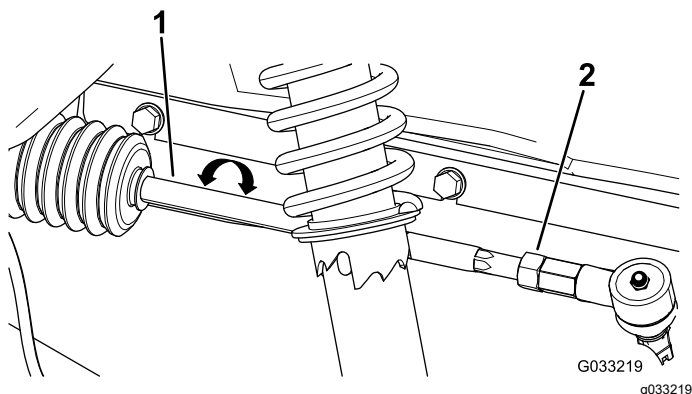

Figura 54
- Se la misura non rientra nel campo specificato di 0–6 mm, allentate i controdadi all'estremità esterna dei tiranti (Figura 54).